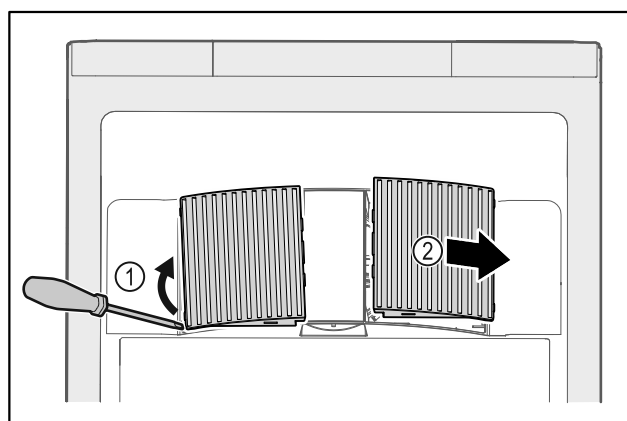

Fig. 47
- ▶ Кожух вентилятора обережно підважити зі сторони Fig. 47 (1) і витягнути рухом вперед Fig. 47 (2).